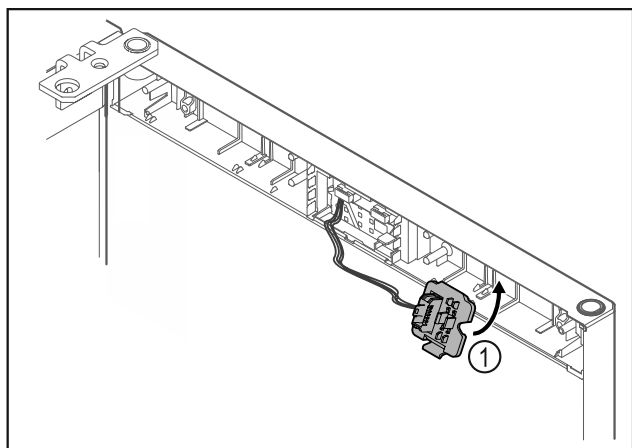

Fig. 21
- ▶ Zatrzasnąć uchwyt wtyczki Fig. 21 (1) po przeciwnej stronie.